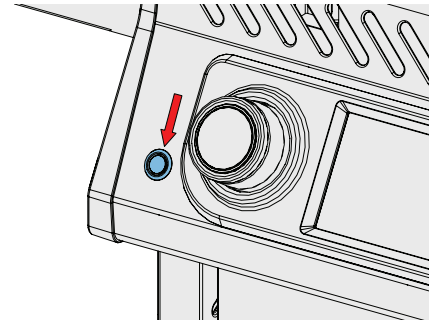

Abb. 5
- Stellen Sie sicher, dass Ihr Gerät eingeschaltet ist. (Abb. 5)